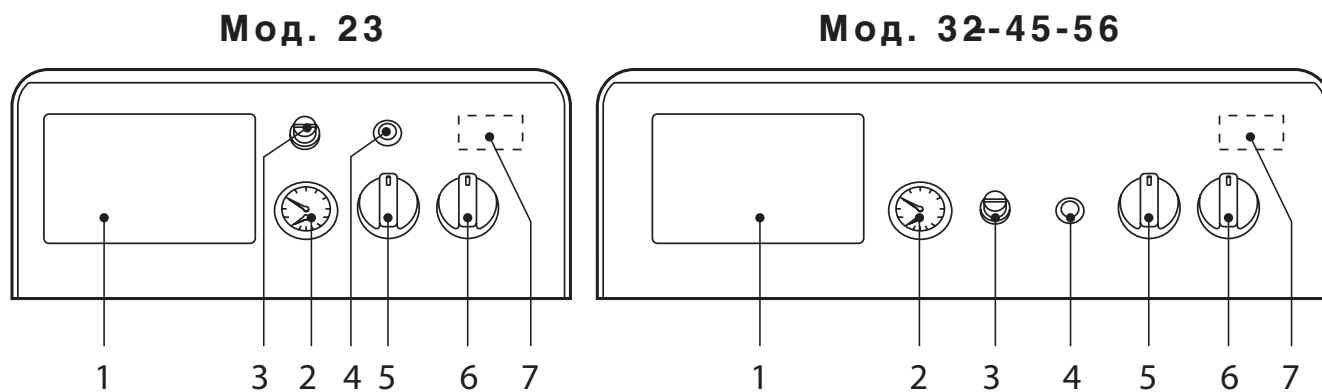

Рис. 1
- ◆ Поверните переключатель котла "6" в положение 1 (Рис. 1).
- ◆ Если на котле установлен электронный термостатический контроллер (поз.1 Рис. 1), пользователь должен учесть инструкции его изготовителя.
Поверните ручку 5 (Рис. 1) по часовой стрелке для увеличения температуры воды в системе, для ее снижения поверните ручку против часовой стрелки. Температура может изменяться в пределах от 30°C до 90°C. Рекомендуется эксплуатировать котел при температуре не ниже 45°C.
Установите желаемую температуру, используя термостат помещения. Котел, управляемый термостатом помещения, запускается и подает в систему отопления воду с температурой, установленной регулировочным термостатом котла 5 (Рис. 1). При достижении заданной температуры в помещении, котел прекращает работать.
Давление холодной воды в заполненной системе должно составлять 1 бар (давление показывает манометр котла, деталь 2, Рис. 1). В случае снижения давления в системе (вызванного испарением газов, растворенных в воде), пользователь должен повысить его, осуществив подпитку системы, используя наполнительный кран. После окончания операции подпитки, всегда закрывайте кран.